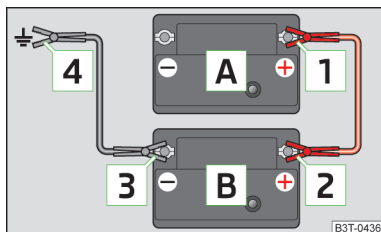

Fig. 115
- Sæt klemmen **1** fast på pluspolen på det afladete batteri **A** » Fig. 115.